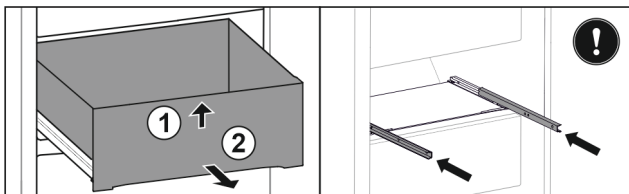

Fig. 103
- Schubfach vorne anheben. Fig. 103 (1)
- Schubfach nach vorne entnehmen. Fig. 103 (2)